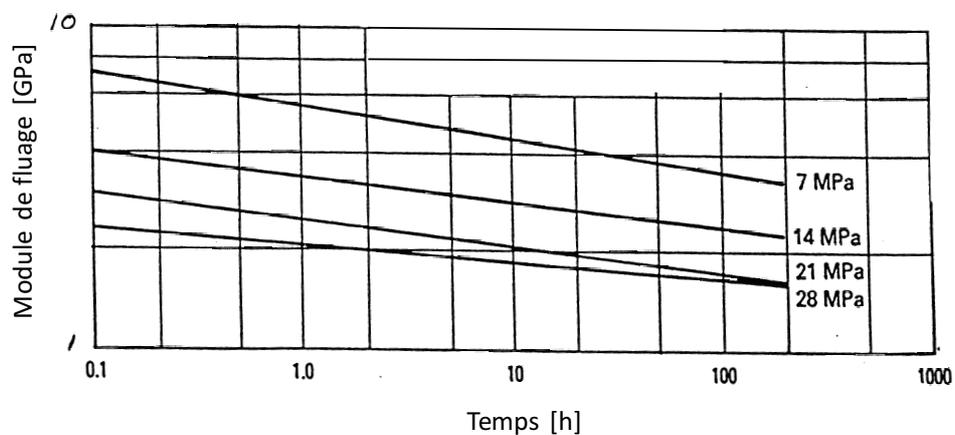

Figure 1.3. Abaque montrant le module de fluage du PET sous différentes charges.
b) La Figure 1.3 montre le résultat de mesures effectuées sur le PET utilisé pour le câble, sous la forme d'un abaque de module de fluage. Déterminez l'allongement du câble avec ces données.